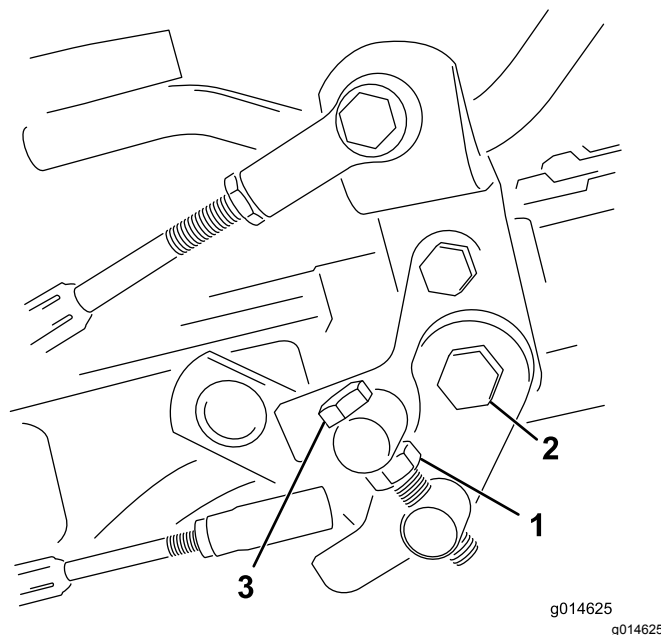

Figura 48
1. Ponha a alavanca de controlo de funcionamento na posição TRANSPORTE e liberte a porca de bloqueio que fixa o batente do pedal à placa inferior (Figura 48).
1. Liberte a porca de retenção do parafuso do eixo (Figura 48).
4. Aperte a porca de retenção no parafuso do eixo e a porca na articulação do pedal para bloquear o ajuste (Figura 48). Verifique o ajuste e ajuste se for necessário.